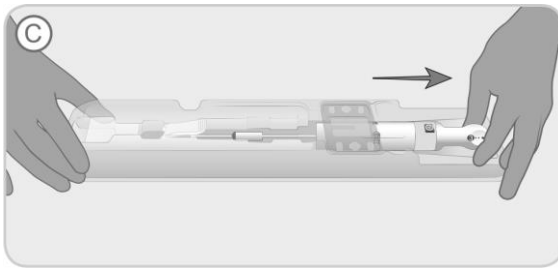

Abbildung 4. Ziehen des Gerätegriffs bis zum festen Anschlag.
- C. Die Schale festhalten und den Hinterteil des Griffs (Entriegelungsnocke) ergreifen und daran ziehen, bis ein fester Anschlag erreicht wurde (auf der Schale mit „C“ gekennzeichnet) (siehe Abbildung 4). Das Implantat wird jetzt in die Ladekanüle gefaltet.